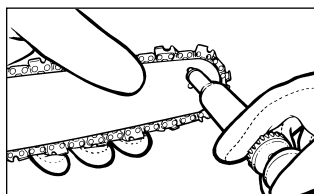

Рис. 20
3. Используйте заправочный шприц (доставл. по заказу): вставьте игольчатый носик в смазочное отверстие и впрыскивайте масло до тех пор, пока оно не выступит на внешнем крае звездочки (Рис. 20).